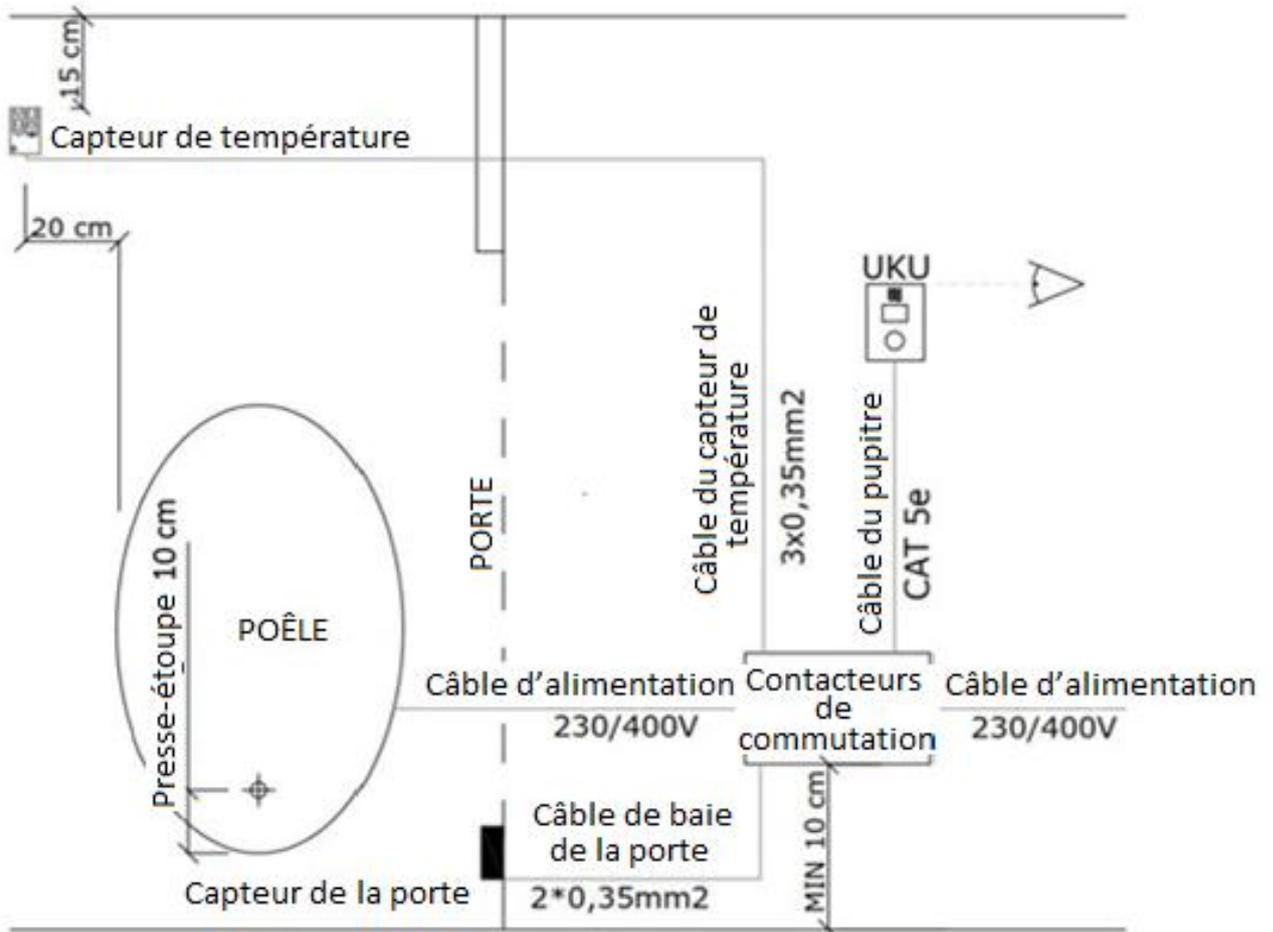

Figure 1
Mesurer les longueurs des câbles et déterminer la disposition de ces câbles et des parties de l'appareil (Figure 1).
2. Attacher le couvercle postérieur au mur de manière que le bord supérieur du panneau de commande soit au niveau des yeux (Figure 1)
2. Le fixer, au moyens de vis, sur le mur d'un local sec à 10 cm du sol au minimum (figure 1). Les contacteurs de commutation ne doivent pas être fixés au plafond ou sur une surface inclinée : le fonctionnement dans ces positions abîme les contacteurs.
3. Serrer les vis du capteur pour le fixer au mur. Il est interdit de poser le dispositif au dessus du poêle. Le capteur doit être fixé à 20 cm du bord du poêle et à 15 cm du plafond de l'étuve (figure 1).
3. Fixer l'aimant au bord de la porte de manière qu'il permette à la porte de se fermer et de rester exactement parallèle au châssis (figure 1)